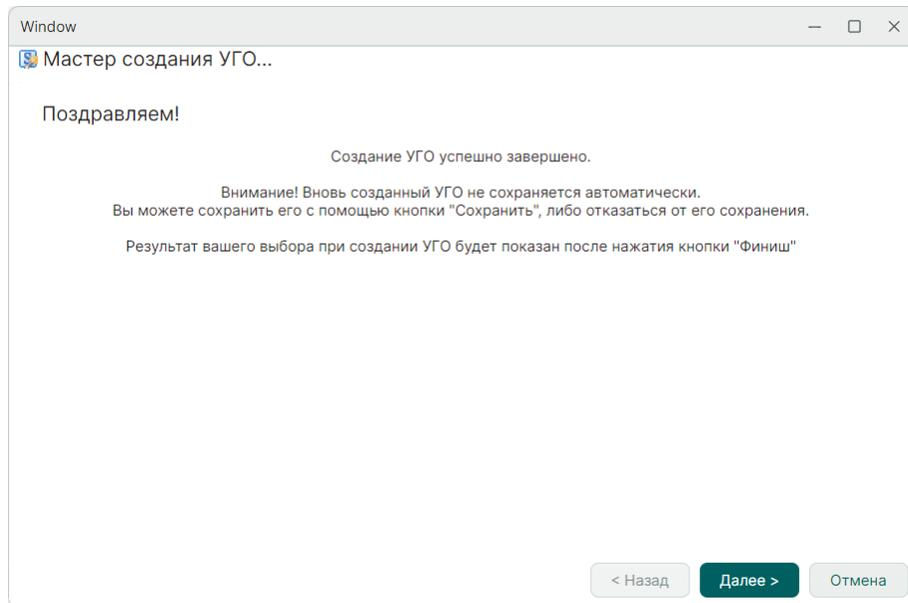

Рис. 237 Заключительное окно мастера создания УГО
6. Нажмите «Далее» для сохранения созданного УГО, см. Рис. 237.